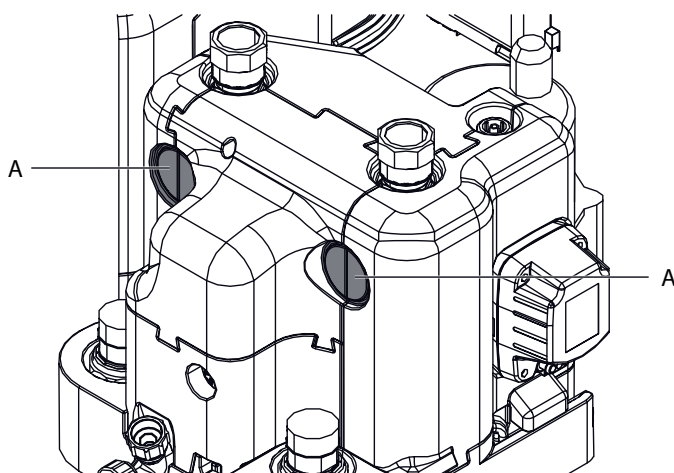

Fig. 4-12 Sezione isolante termico
- Tagliare con un utensile adatto le parti laterali dell'isolante termico (fig. 4-12, pos. A).